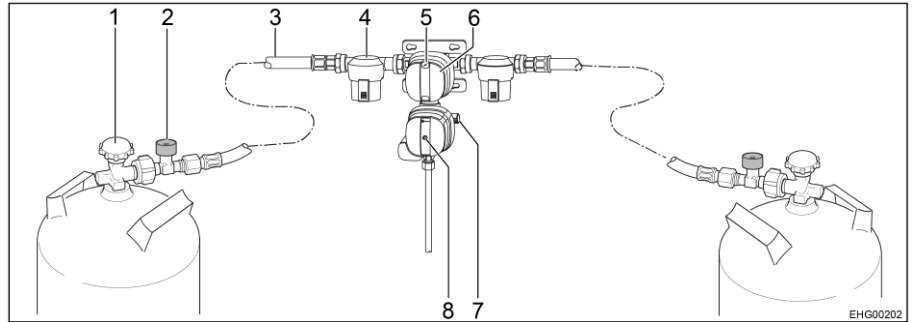

Bild 86 Säkerhetsgastryck-styrssystem DuoControl CS
DuoControl-styrsystemet består av en omkopplingsventil och en crashsensor. DuoControl-styrsystemet är monterat mellan högtrycksslangarna (Bild 86,3) med slangbrottssäkring (Bild 86,2). Med vredet (Bild 86,6) på omkopplingsventilen ställer du in vilken gasflaska som ska användas som driftflaska och vilken som ska användas som reservflaska.
I fönstret (Bild 86,5) visas gasförsörjningens status:
Crashsensorn stänger av gastillförseln vid kraftig vibration (t. ex. vid en krock). Den gula återställningsknappens (Bild 86,8) läge indikerar crashsensorns driftstatus:
- När den gula återställningsknappen (Bild 86,8) är intryckt är crashsensorn driftklar.
- När den gula återställningsknappen (Bild 86,8) sticker ut är crashsensorn **inte** driftklar. Idrifttagning, se nedan.
Slangbrottssäkringen (Bild 86,2) stänger av gasflödet om den anslutna slangen går sönder. Slangbrottssäkringen måste aktiveras genom att trycka på den gröna knappen.
- Med vredet (Bild 86,6) på omkopplingsventilen väljs gasflaskan, som ska prioriteras (driftflaska). Vrid alltid vredet till stoppläget.
- Öppna huvudavstängningsventilerna (Bild 86,1) på gasflaskorna.
- Tryck in slangbrottsäkringens gröna knapp (Bild 86,2) i cirka 5 sekunder. I fönstret (Bild 86,5) visas den gröna markeringen.
- Om crashsensorn har utlöst (den gula återställningsknappen (Bild 86,8) sticker ut):
Tryck in den gula återställningsknappen (Bild 86,8) hårt, vrid lätt medurs och håll den intryckt i 5 sekunder. Säkerställ att återställningsknappen stannar klar i det intryckta läget ("driftklar").
■ Stäng huvudavstängningsventilerna (Bild 86,1) på gasflaskorna.
Om den gröna kontrolllampan (Bild 87,6) slocknar under drift och den röda kontrolllampan (Bild 87,5) tänds är driftflaskan tom och måste bytas ut. I fönstret (Bild 86,5) för gasflaskan visas den röda markeringen. Gasförbrukarna försörjs med gas från reservflaskan.
- Vrid vredet (Bild 86,6) till stoppläget i riktning mot den aktuella gasflaskan. Då blir denna gasflaska driftflaska och den tomma flaskan blir reservflaska. Markeringen i fönstret (Bild 86,5) växlar från rött till grönt.
- Stäng huvudavstängningsventilen (Bild 86,1) på den tomma gasflaskan. Beakta pilriktningen.
- Tryck på den gröna knappen på slangbrottssäkring (Bild 86,2).